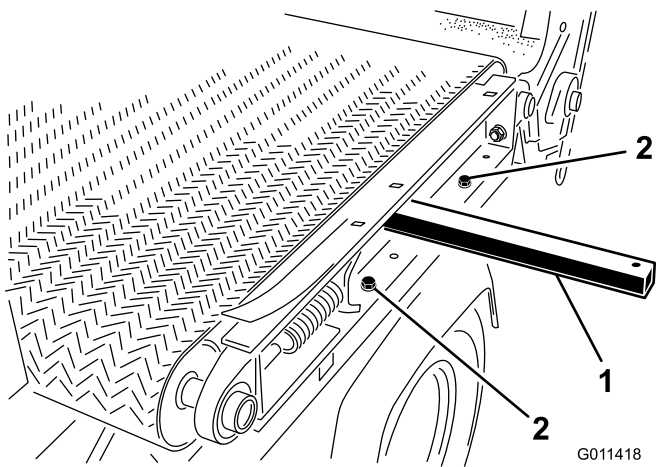

Figure 35
7. Sur le côté gauche de la machine, retirez les (2) vis à tête, rondelles et écrous qui fixent le plateau coulissant au cadre (Figure 35).
- Insérez une barre de levage dans le trou du côté gauche de la machine et élevez-la pour basculer le plateau coulissant (Figure 35).